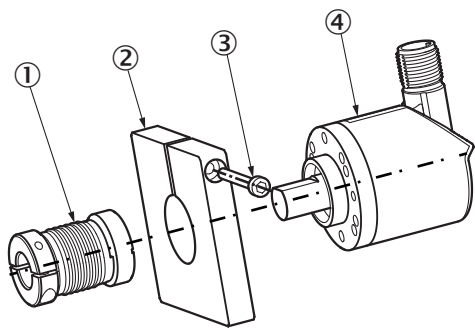

Abbildung 4: Anbau über Klemmansatz
3.2.2 Anbau über den Klemmansatz (Abb. 4)